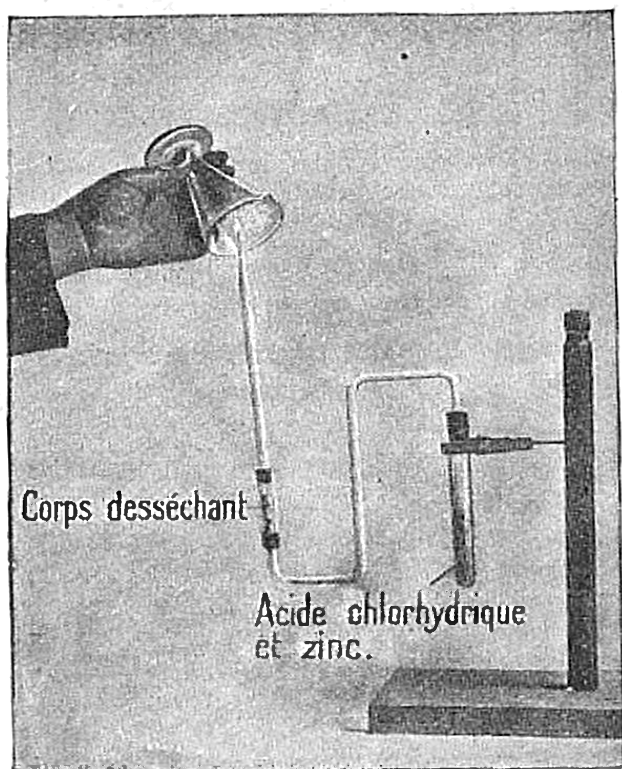

Fig. 31. — Le chlore de l'acide chlorhydrique s'unit au zinc et l'hydrogène, gaz inflammable, se dégage.
2. L'hydrogène est le plus léger de tous les gaz. — Il pèse 14 fois et demie moins que l'air. On le prépare en mettant dans un tube à essais (fig. 31)